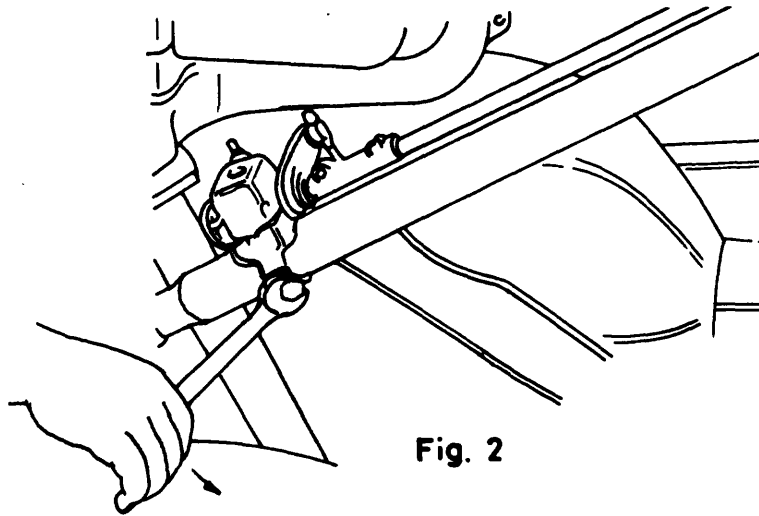

Fig. 2
- c Retire los tornillos de la abrazadera de la caja selectora de cambios (fig. 2).